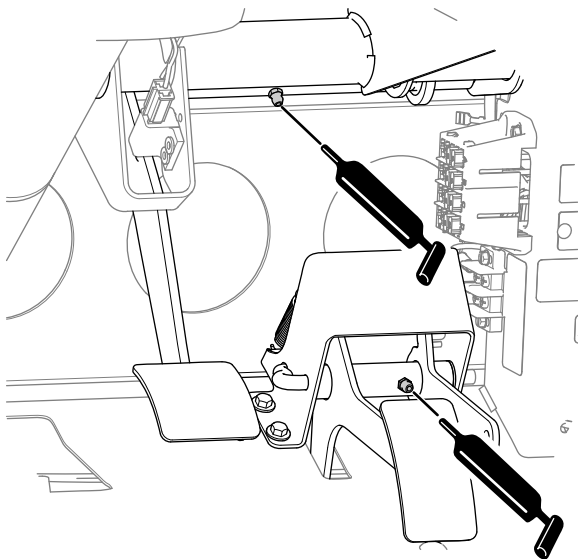

Figure 48
- **Frein (1) ;** voir Figure 48
- **Accélérateur (1) ;** voir Figure 48